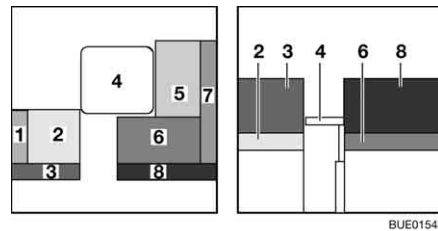

Bild 139 Före ombyggnaden
- Bygg om bordet (Bild 139,4) till sängbotten (se avsnitt 6.12).
- Tag bort ryggdynan (Bild 139,1) och lägg den åt sidan.